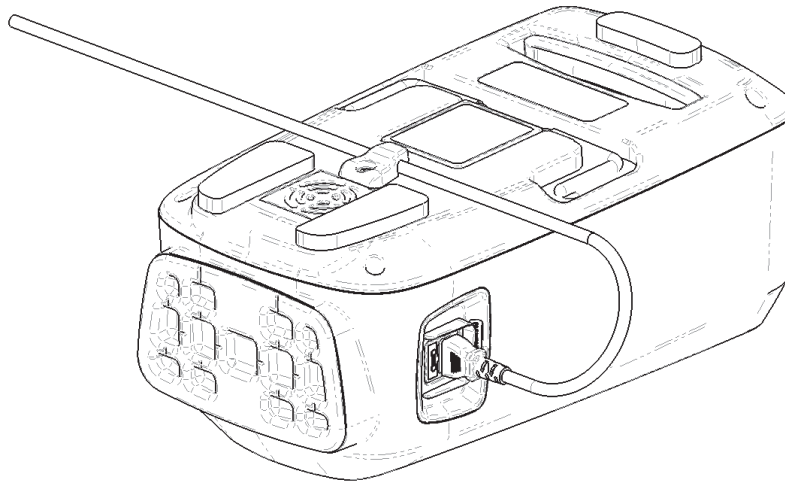

Figure 5 – Cordon d'alimentation fixé
11. Fixer le cordon d'alimentation (Figure 5).